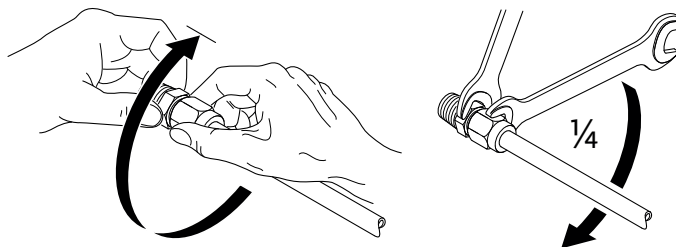

Fig. 16: 1/4 de rotação adicional da abraçadeira de ligação
| Ligação roscada do tubo capilar ao corpo da bomba a 0° e 90°                                      | Fig. I, pos. 5                                                                    | R 1/8" latão                           | Ver capítulo «Preparar a instalação», Fig. 16                 |                                                                                                         |